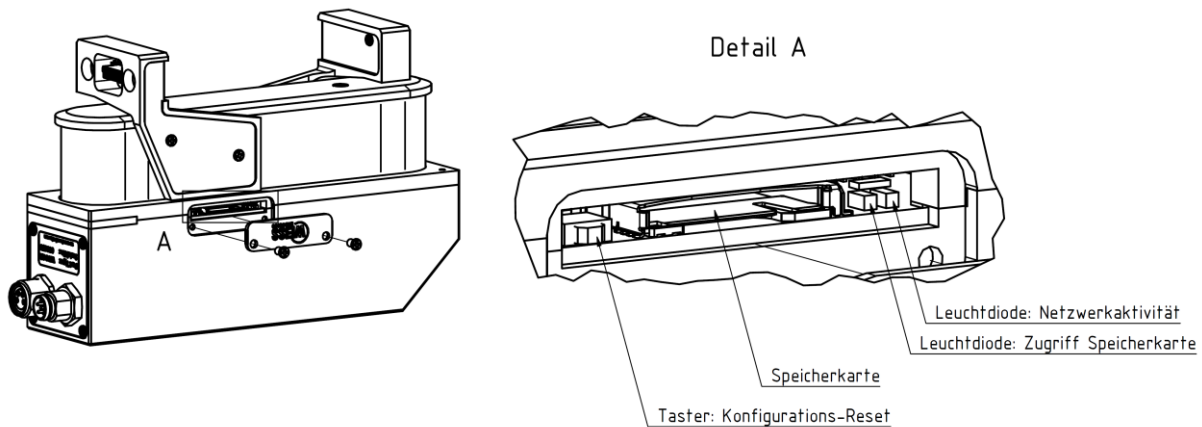

Abbildung 20: Zugangsschacht zur Greifersteuerung
5. Sie sehen die Konfigurationsoberfläche des Moduls (Abbildung 20)
Das Modul verfügt über eine leistungsfähige integrierte Greifersteuerung. Die Greifersteuerung ist durch Abnehmen der Abdeckung mit dem Weiss-Robotics-Logo zugänglich (siehe Abbildung 20).
Weitere Leuchtdioden zur Anzeige des Zugriffs auf die Speicherkarte und der Kommunikationsaktivität finden Sie neben dem SD-Karten-Steckplatz unter der Abdeckung mit dem Weiss-Robotics-Logo, siehe Abbildung 20. Ein Dauerleuchten der entsprechenden Leuchtdiode zeigt an, dass die entsprechende Schnittstelle aktiviert ist. Die Leuchtdioden flackern im Rhythmus der Schnittstellenaktivität bzw. des Datenverkehrs.